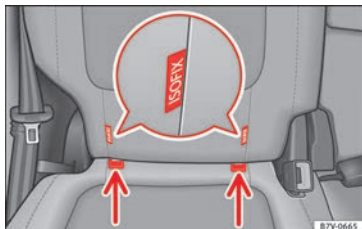

Bild 37 Version 2: identifiering av fästpunkter för barnstolen i bilens säten
- Tryck fast bilbarnstolen på monteringsringarna » **bild 37** i samma riktning som pilen. Barnstolen måste sitta fast ordentligt och haka i så att det hörs.
- Placera bilbarnstolen på sätet och fäst hållremmarnas krokar i monteringsringarna » **bild 37**.